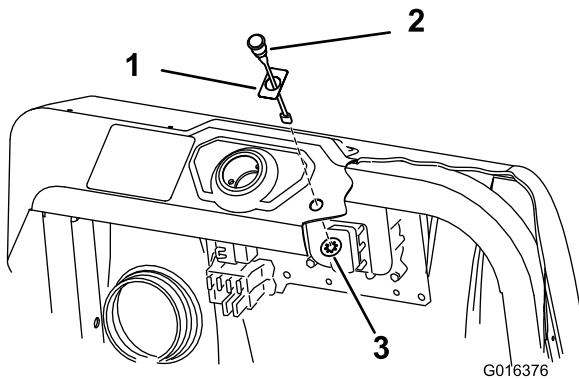

図 16
1. ダッシュボードのランプ穴の上からデカル 94-8582 を貼り付ける (図 16)。
2. ダッシュボードにランプを挿入し、ダッシュボードの下からプッシュナットで固定する (図 16)。